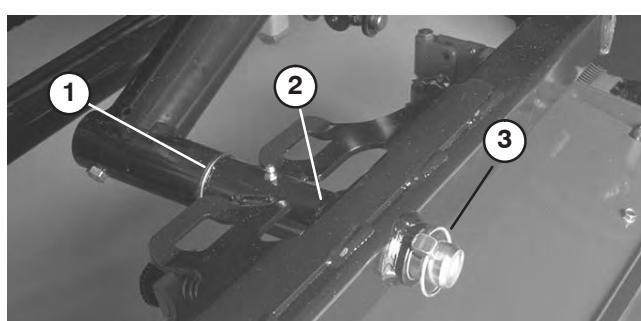

Figure 15
2. Glissez le bâti porteur du plateau de coupe sur la tige de pivot et fixez l'ensemble avec une goupille à anneau (Fig. 15).